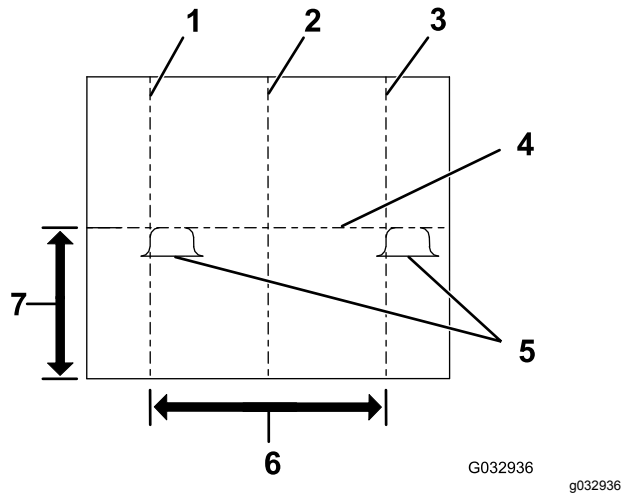

Figure 28
4. Repérez l'axe vertical du véhicule sur l'écran (Figure 28).
5. Repérez l'axe vertical des phares sur l'écran (Figure 28).
6. Repérez l'axe horizontal des phares sur l'écran (Figure 28).
croisement soit alignée comme montré à la Figure 28.